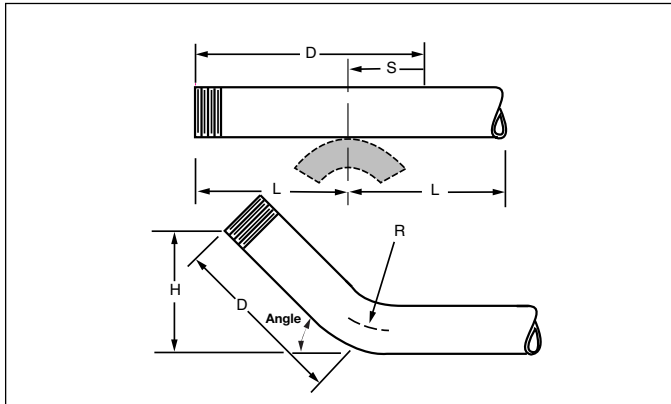

Figure 6
1. Dans le tableau 2, rechercher la distance diagonale (D) qui correspond à la dimension relevée souhaitée (H). Marquer la distance (D) à partir de l'extrémité d'une longueur droite du tuyau.
2. Rechercher la taille du tuyau dans le tableau pour obtenir la mesure de la recouvrance (S) à l'angle de cintrage souhaité.
3. Marquer la mesure (S) sur le tuyau, comme illustré à la Figure 6.
Les marques (B) ne peuvent pas être plus proches des extrémités du tuyau que la distance (L), sinon les extrémités ne seront pas soutenues par les sabots de pivot (voir la Figure 6, Exemple 3 et le Tableau 5 "L" requise).